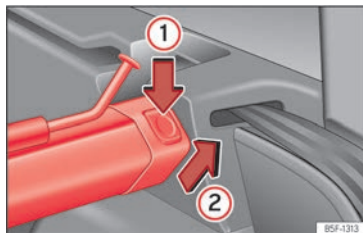

Abb. 200 Im Gepäckraum: Trennwandnetz ausbauen.
- Linke oder rechte Entriegelungstaste »» (Abb. 200) in Pfeilrichtung ① drücken.
- Gehäuse in Pfeilrichtung »» (Abb. 200) ② aus der Halterung herausnehmen.
- Gehäuse links und rechts entgegen der Pfeilrichtung »» (Abb. 200) ② in die Halterungen drücken, bis es einrastet. Die roten Markierungen an den Entriegelungstasten dürfen nicht mehr sichtbar sein.